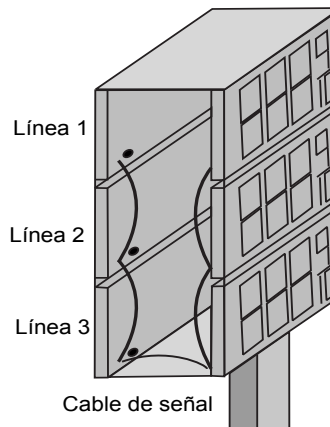

Figura 6: Detalles de línea a línea
1. Use los orificios preperforados en la parte posterior de la pantalla para la entrada y salida de señal. Consulte la **Figura 6**.